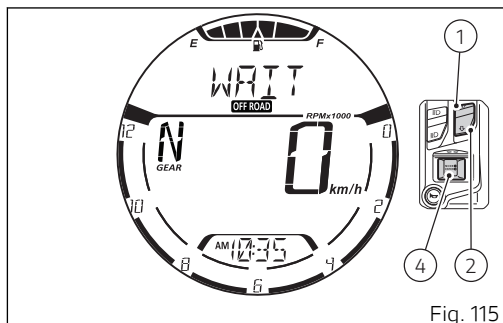

Fig. 115
Si el ABS ha sido desactivado manualmente, ya esta visualizada la función "ABS: OFF", luego presionar el pulsador (1). Al presionar el pulsador (1), en el display aparece durante 2 segundos la inscripción "WAIT" en lugar de "ABS: ON" (Fig. 115). Transcurridos los 2 segundos, si el sistema ABS se ha activado correctamente, el display vuelve a la visualización anterior, pero con la inscripción "ABS: ON".